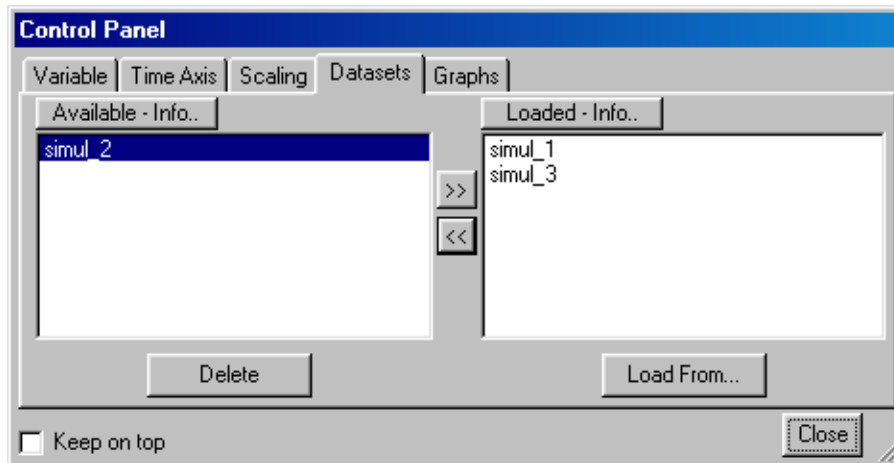

Figura 4: Herramientas del Panel de Control de Vensim.
- ❑ **Panel de control:** permite cambiar configuraciones interiores que gobiernan el funcionamiento de Vensim. Una vez pulsada la herramienta del Panel de Control se abre la ventana que se muestra en la Figura 4.